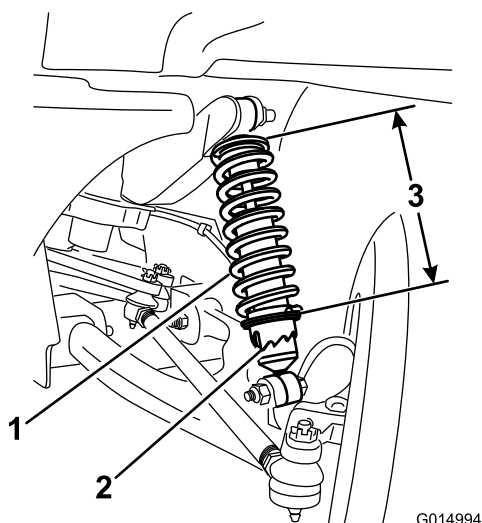

図 53
3. 特殊工具 TORO 6010 を使って、ショックアブソーバのカラーを回転させてスプリングの長さを変更する 図 53。